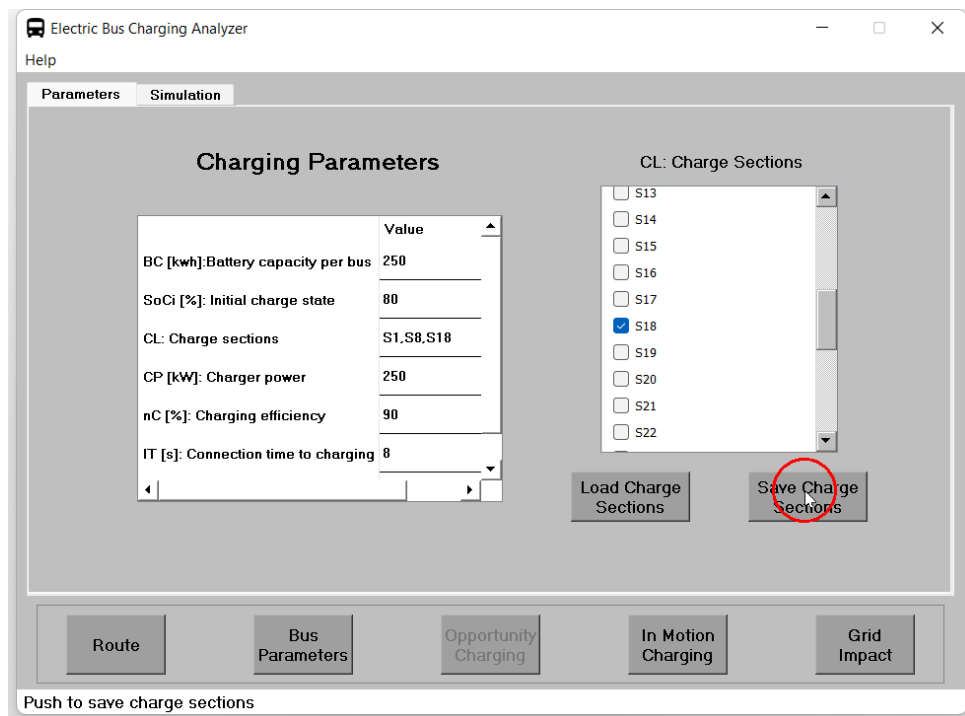
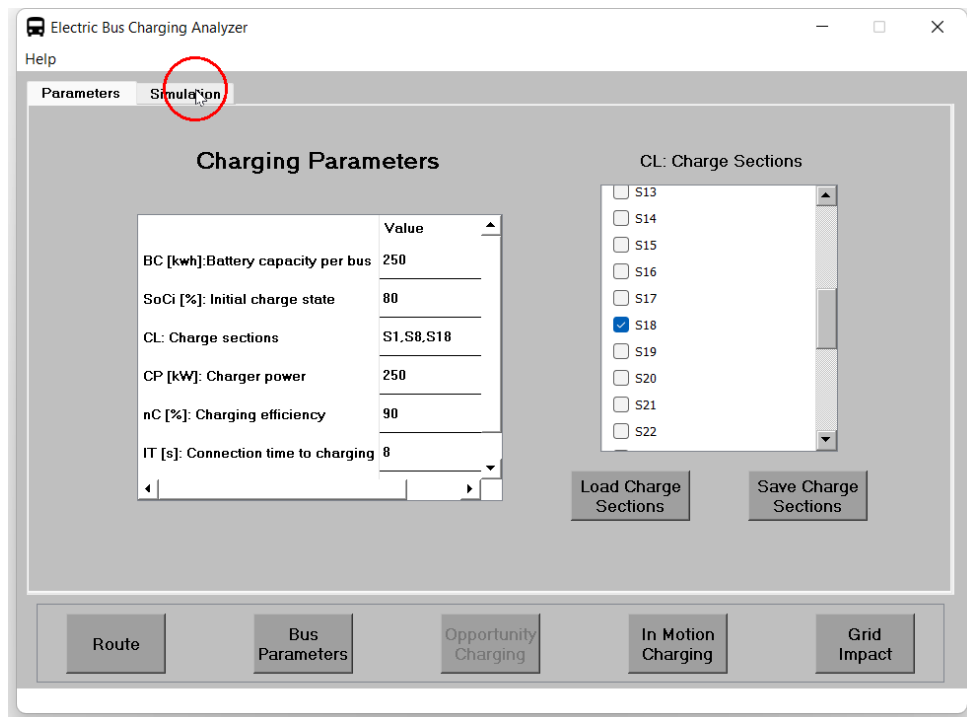

Figura 28: Guardar posiciones de cargadores.
Figura 29: Cambio a pestaña de simulación.
2. Ahora, se procede a guardar las paradas presionando el botón **Save Charge Sections** como se muestra en la figura 28. Luego se puede proceder a la pestaña **Simulation** como se ve en la figura 29.